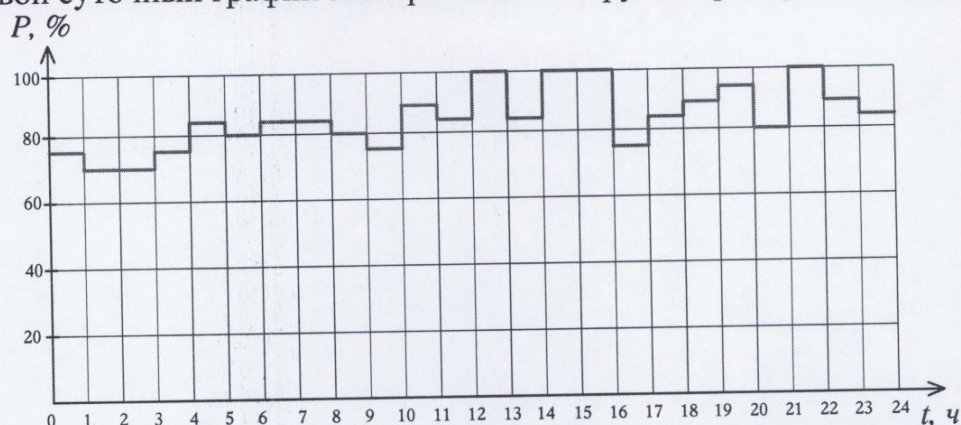

Рисунок 1 – Типовой суточный график электрических нагрузок предприятия тяжелого машиностроения
1) Типовой суточный график электрических нагрузок предприятия (рисунок 1).